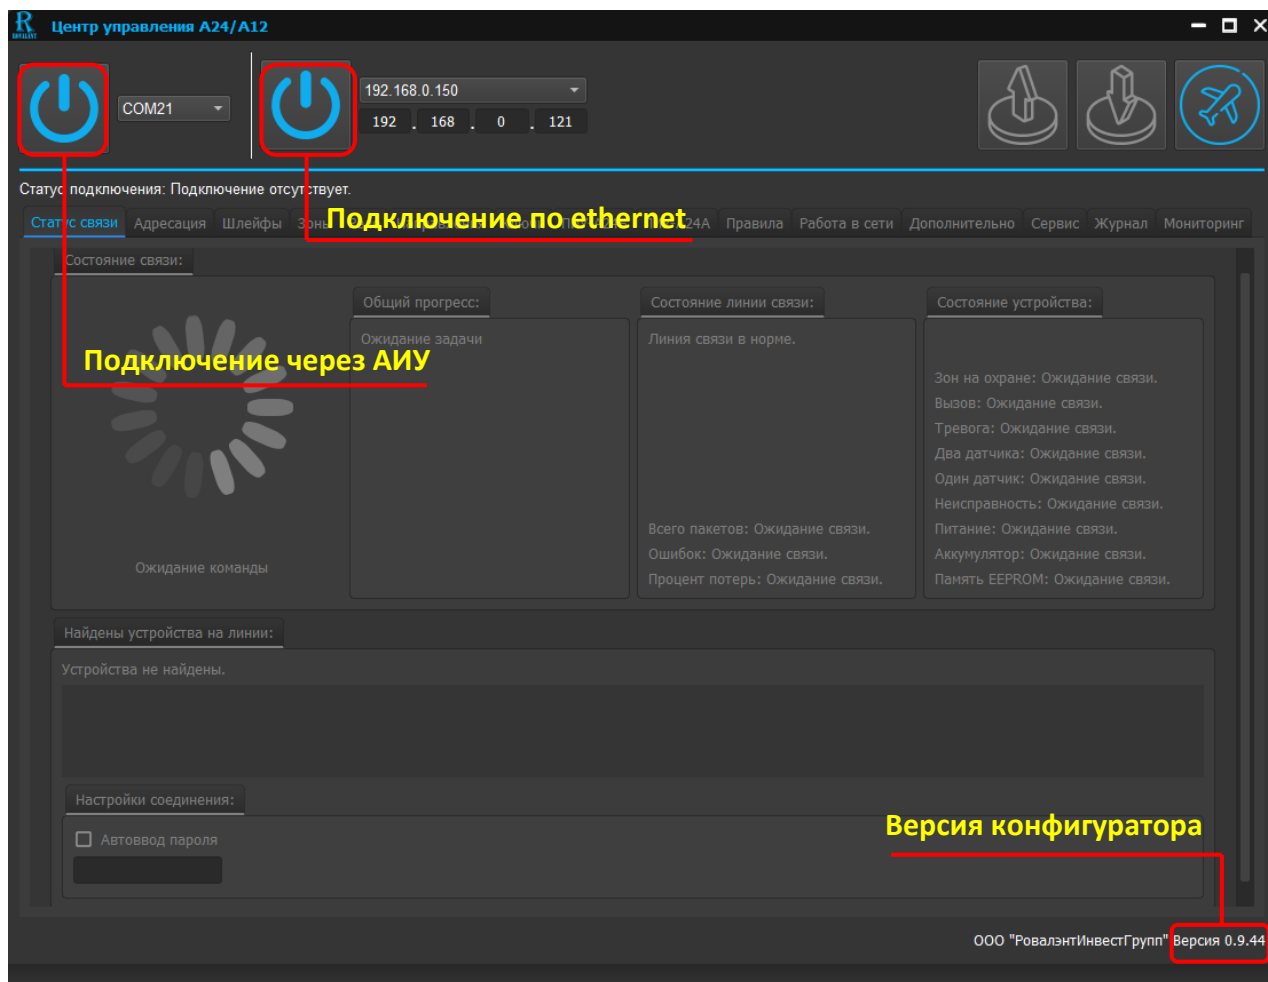
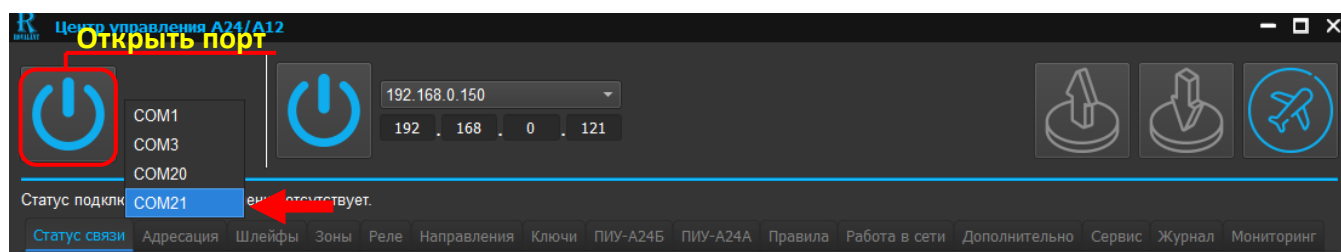

Рисунок 5. Рабочее окно программы «Центр управления А24/12» .
Рисунок 6. Выбор COM-порта для установки связи с конфигурируемым устройством.
После запуска приложения откроется рабочее окно программы (рисунок 5). Для настройки соединения в рабочем окне в выпадающем меню «СОМ-порт» (рисунок 6) выберите виртуальный СОМ-порт ПЭВМ, которым определился после инсталляции драйвера адаптер интерфейсов, используемый для связи с программируемым устройством (СОМ-порт АИУ(02) или младший СОМ-порт АИУ(01)).